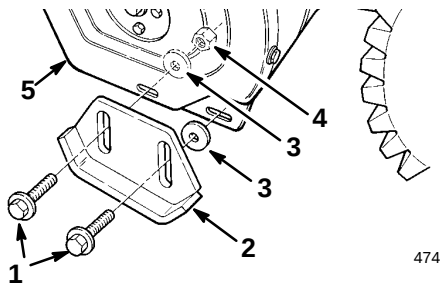

Abbildung 9
3. Zwei Flanschkopfschrauben und Unterlegscheiben entfernen, mit denen die Enden der Schürfleiste an den Seitenplatten befestigt sind (Abb. 9).
- Die Schrauben so durch die hinteren Schlitzte in den Rutschblechen anbringen, daß die **Unterlegscheiben zwischen den Rutschblechen und den Seitenplatten** liegen (Abb. 9). Die Schrauben nicht anziehen.
- Die Flanschkopfschrauben durch die vorderen Schlitzte beider Rutschbleche und durch die Seitenplatten anbringen, wobei die **Unterlegscheiben zwischen den Rutschblechen und den Seitenplatten** liegen müssen (Abb. 9). Die Schrauben nicht anziehen.